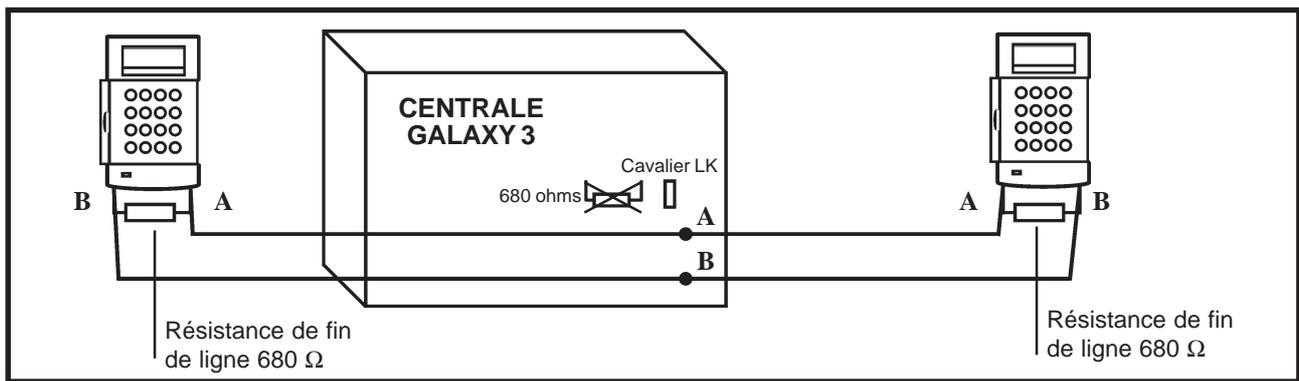

Figure 2-13. Exemple de configuration avec deux départs bus RS485.
5. L'écran du câble doit être raccordé au châssis de la centrale en utilisant les colonnettes filetées comme point de fixation (à proximité des fenêtres de passage de câble) et les adaptateurs « **P-clip** », conformément à la figure 2-13 de la page suivante.
6. Le bus RS-485 (AB) doit disposer d'une résistance de fin de ligne de  $680 \Omega$  aux bornes A et B du dernier périphérique.